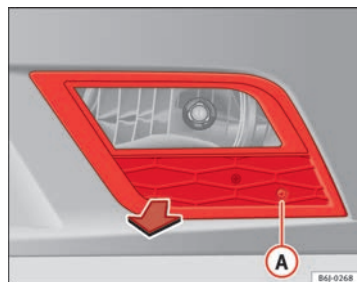

Fig. 153 Faro antiniebla
- Retire el tornillo ⇒ fig. 153 (A) de la rejilla del faro antiniebla precisando para ello un destornillador.